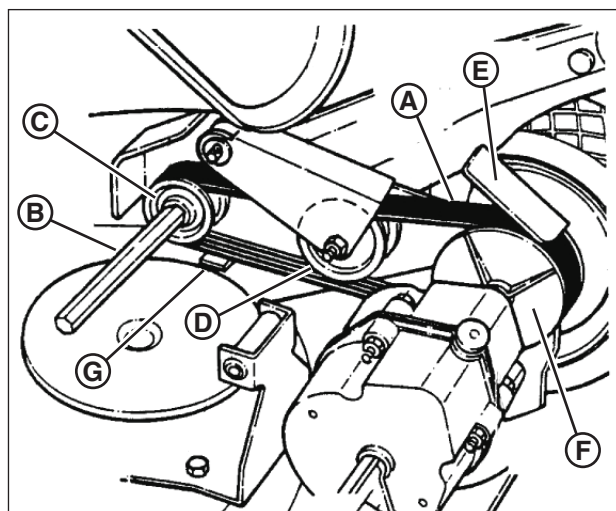

Figure 34: Parcours de la courroie en V
- Placez la courroie en V (**A, Figure 34**) autour de l'arbre hexagonal (**B**) puis sur la poulie d'entraînement (**C**).